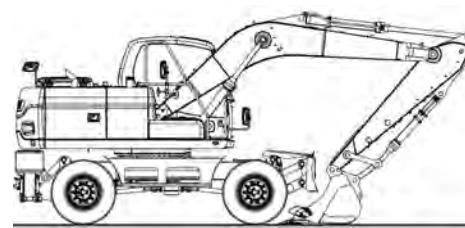

Рис. 77
1. Следует ставить экскаватор на стоянку на плотном ровном грунте. Опустить ковш на грунт, как показано на рис. 77.